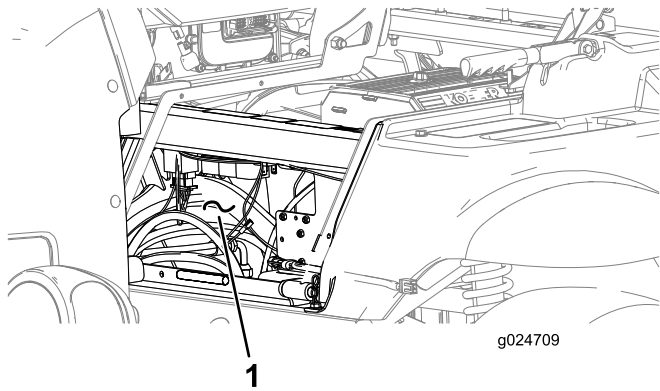

図 25
1. 座席シュラウドの前を通してハーネスを敷設する 図 25。